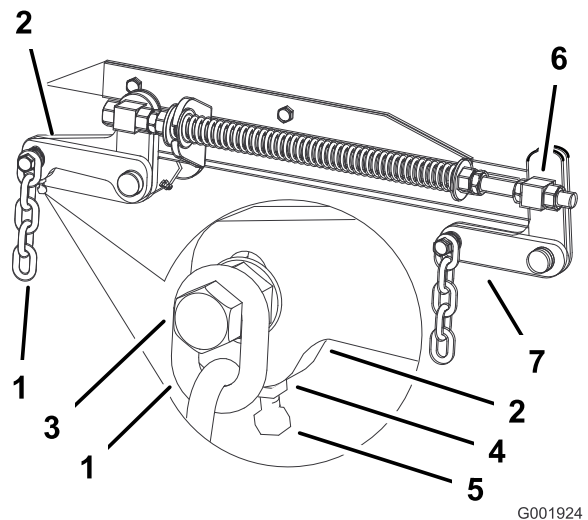

Figure 56
7. Si la distance mesurée au point **B** ou **C** n'est pas correcte, desserrez le boulon de fixation de la chaîne arrière au bras de support arrière (Figure 56).
8. Desserrez l'écrou de blocage sous le bras de support arrière et agissez sur le boulon de réglage de manière à obtenir une distance de 79 à 83 mm (3-1/8 à 3-1/4 pouces) (Figure 56).
- Desserrez d'environ 13 mm (1/2 pouce) les écrous de blocage à l'avant des pivots avant gauche et droit (Figure 56).
- Régalez les écrous de relevage sur les côtés gauche et droit de la machine de manière à abaisser l'avant de 6 à 10 mm (1/4 à 3/8") au point **A** par rapport au point **B** à l'arrière (Figure 56).